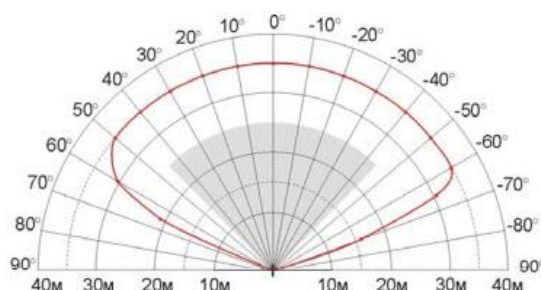

Рисунок 3 – Диаграмма направленности изделия
- расположение и нацеливание изделия должно быть произведено с учетом расстояния действия и угла обзора (*рисунок 3*).